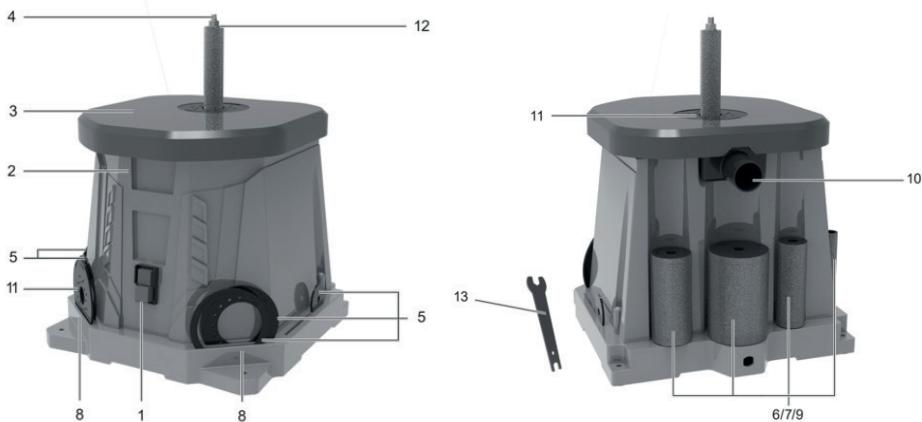
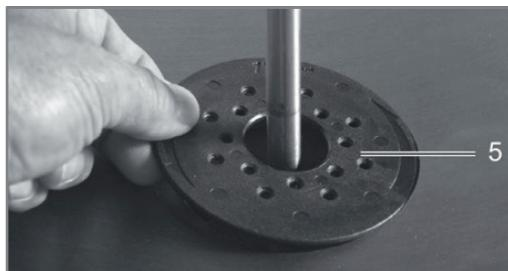

Рис. 1.
Рис.3.
Наденьте нижнюю шайбу 11 на шпиндель 4 (рис. 1) оребренной стороной вниз (рис. 3).
- Наденьте верхнюю шайбу 12 соответствующего размера на шпиндель (рис. 1).
- Для включения/выключения станка нажмите соответствующую кнопку выключателя 1 (рис. 1).